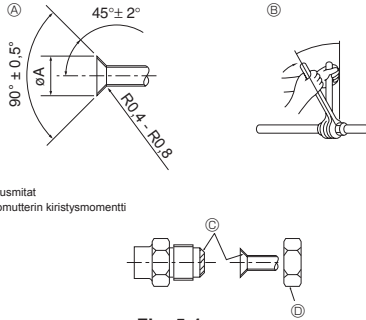

Fig. 5-1
Ⓐ (Fig. 5-1)
Ⓑ (Fig. 5-1)
5.2. Liitosputket (Fig. 5-1)